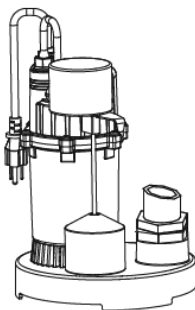

fig. 2
2. Installez un clapet de non-retour pour pompe de puisard (non compris) dans la pompe (fig. 2).